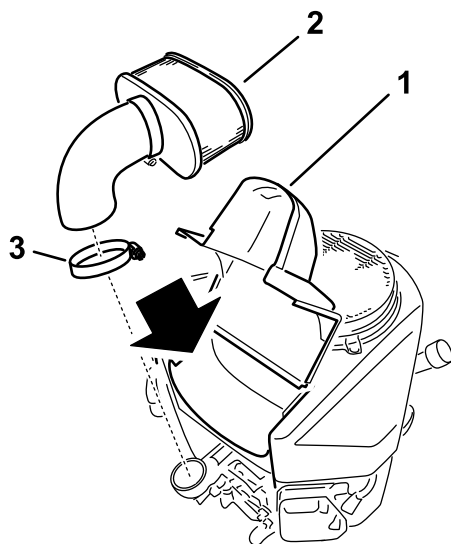

Figura 30
4. Afloje la abrazadera y retire el elemento de papel (Figura 30).